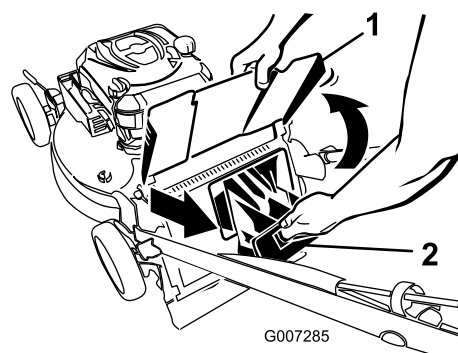

Figura 32
1. Sollevate il deflettore di scarico e tenetelo sollevato (Figura 32).